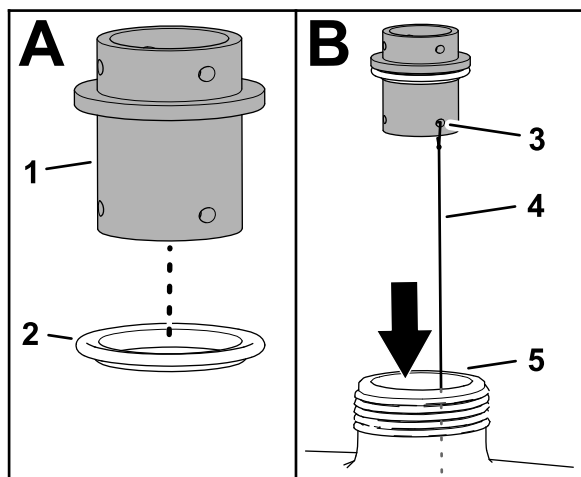
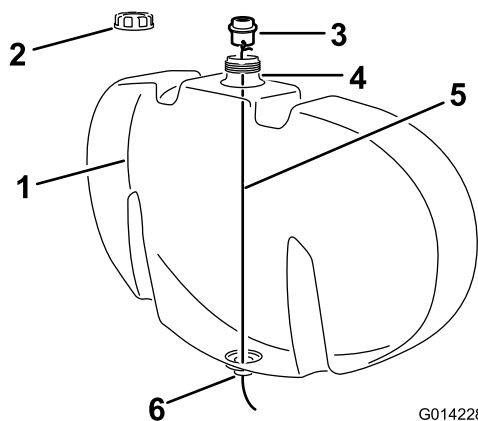

Figura 5
Figura 6
- A. Instale una junta transparente en el pasamuros, según se muestra en Figura 5.
- B. Conecte un trozo de alambre de unos 122 cm de largo a través de uno de los orificios de la horquilla de retención del pasamuros, según se muestra en Figura 5.
- C. Si está instalado, retire el tapón del depósito de enjuague (Figura 6).
- D. Baje el alambre por el orificio de llenado y páselo por el orificio abierto de la parte inferior del depósito (Figura 5 y Figura 6).